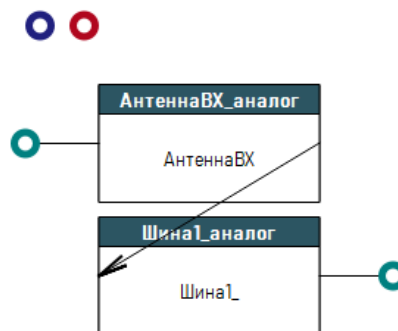

Рисунок 300 – Блоки, соединенные направленной линией
- 2) В верхней части рабочего окна нажать кнопку  «Создать связь между выделенными блоками». В результате выделенные блоки будут соединены направленной линией от выхода одного блока ко входу второго (рисунок 300).